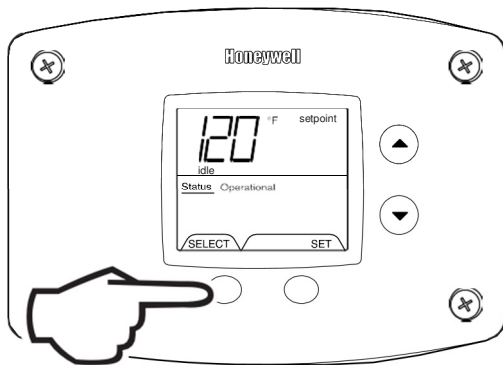

Fig. 35
4. Setpoint (Display/Change) (Fig. 35).